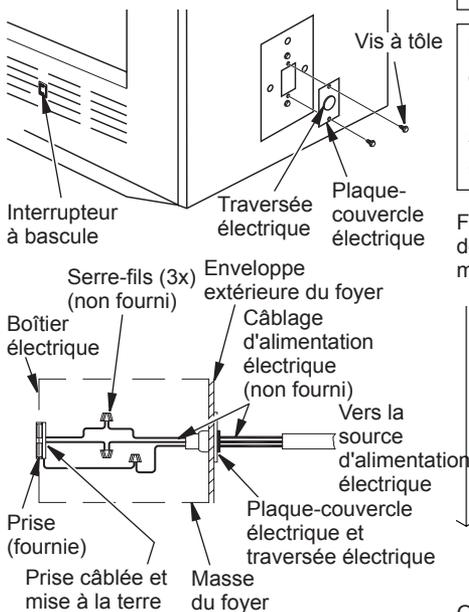

Figure 7 - Traversée électrique d'interrupteur de ventilateur
Un prêt-à-monter de ventilateur ou de souffleur pour ce foyer est offert en option (modèles à circulation uniquement). L'utilisation de ventilateurs ou de souffleurs autres que ceux qui sont fabriqués par FMI PRODUCTS, LLC annulent la garantie. Le ventilateur fonctionne en appuyant sur un interrupteur à bascule (voir figure 7) situé dans le coin inférieur droit de la façade du foyer. Le souffleur fonctionne en tournant un bouton de réglage (pas illustré).
Les raccordements électriques du prêt-à-monter de ventilateur et de souffleur se font par la plaque-couvercle électrique située sur le côté du foyer comme illustré à la figure 7.
1. Enlevez la plaque-couvercle électrique et sa traversée du foyer en enlevant les deux vis à tôle comme illustré à la figure 7.
3. Faites glisser les raccordements électriques dans le boîtier électrique comme illustré à la figure 7.